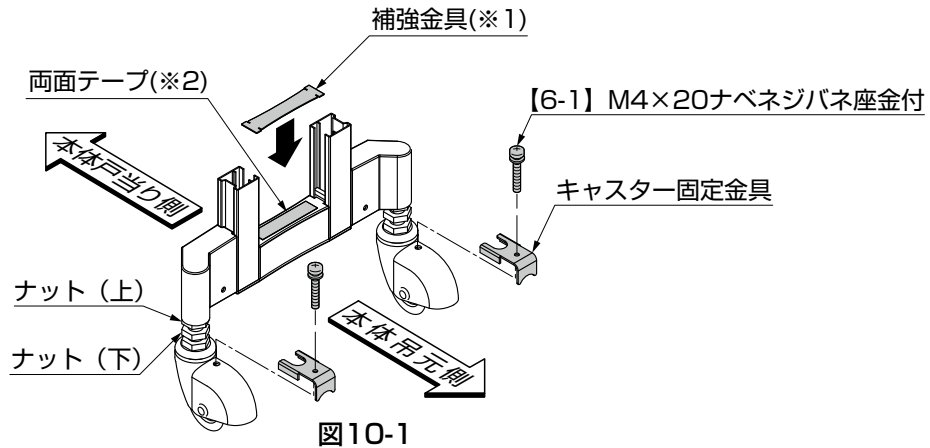

図10-1
- ①キャスターについている「ナット（下）」を上にあげてください。（図10-1参照）
- ③【6-1】をキャスター固定金具にネジ止めし、キャスターの孔にネジが貫通するように組付けてください。（図10-1参照）
- ⑤キャスター固定金具に同梱されている両面テープを縦木下キャップの上面に貼り付けてください。（図10-1参照）（PG型Rを除く）
- ⑥補強金具を縦木下キャップに貼り付けてください。（図10-1参照）（PG型Rを除く）